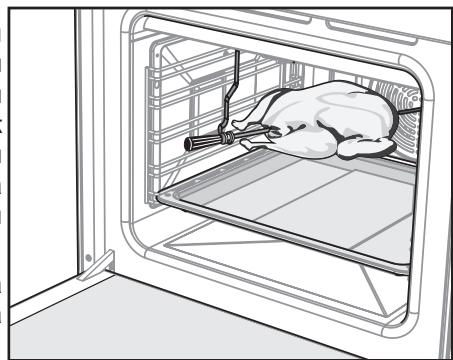

Рис.17
- Насадите на штык кусок мяса или тушку птицы (привязав крылья и ноги к тушке) и закрепите его вилками посредством крепежных винтов. Штык вертела располагается по диагонали внутри духовки. Закрепленный на штыке кусок мяса должен находиться точно под грилем (рис. 17).